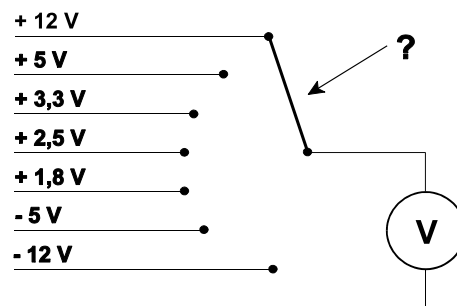

Abb. 3
4. Die Versorgungsspannungen eines Gerätes sollen mit einem Voltmeter überwacht werden (Abb. 3). Welche Schaltweise muß der zur Spannungsauswahl eingesetzte Drehschalter haben? (Zusammenhänge kurz erläutern und Fachbegriff nennen.)